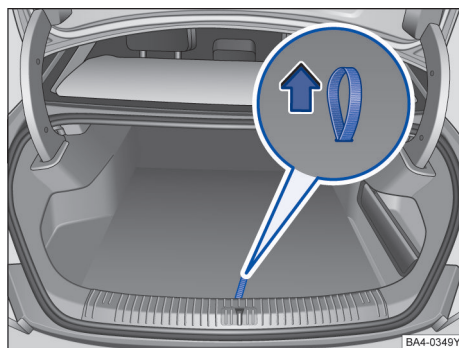
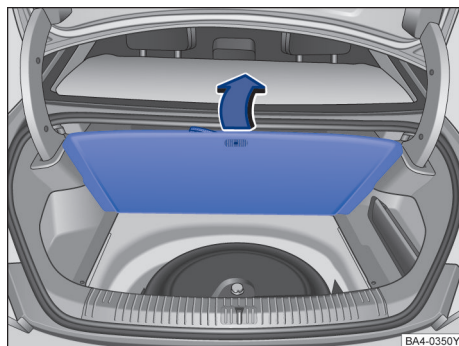

图 171 行李厢内：抬起行李厢地板
图 172 行李厢内：向上翻起行李厢地板
- 打开：抓住拉绳沿箭头方向抬起行李厢地板 → 图 171，然后将行李厢地板向前翻转，直至它被固定住为止 → 图 172。